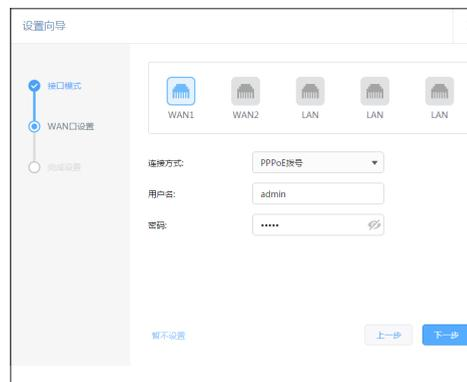

图4-4 上网方式--PPPoE
- 1) 如果上网方式为PPPoE，即ADSL虚拟拨号方式，则需要填写网络服务商提供的上网账号和密码，如图4-4所示。